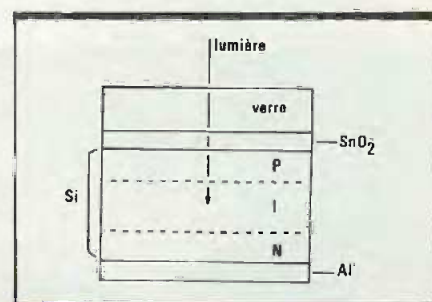
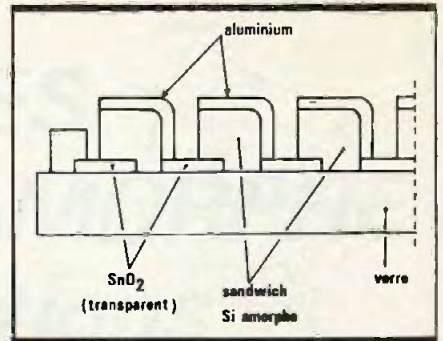

Fig. 6 Structure d'une photopile.
Fig. 7 Système breveté de Solems.
On la trouvera schématisée à la figure 6. La jonction présente une structure PIN, avec interposition d'une couche de matériau intrinsèque (I), entre les zones P et N de la jonction. Cette disposition est nécessaire pour améliorer le rendement, en profitant de la bonne conductivité du matériau intrinsèque. Les épaisseurs sont, typiquement, de 12 nm pour la couche P, 600 nm pour la couche I, et 50 nm pour la couche N.
phosphine  $\text{PH}_3$ , et de diborane  $\text{B}_2\text{H}_6$ . Cette technique se prête facilement à la réalisation de cellules élémentaires de grande surface, donc capables de débiter des intensités assez élevées, et délivrant chacune de 0,4 à 0,8 V. Pour des tensions plus grandes, on connecte en série plusieurs éléments, afin de constituer des modules. Solems utilise, et a breveté, le procédé illustré par la figure 7. Les différents caissons, donc chacun forme une cellule du module, sont isolés par masquage. La couche d'aluminium qui recouvre chaque diode est en contact électrique avec l'électrode en oxyde
Le fond du coffret sera percé selon la figure 5. La face avant du boîtier sera « délicatement » travaillée conformément à la figure 6. Nous terminerons notre fastidieux travail de tôlerie par la figure 7 qui représente les côtés du petit étrier métallique permettant de maintenir la pile de secours.